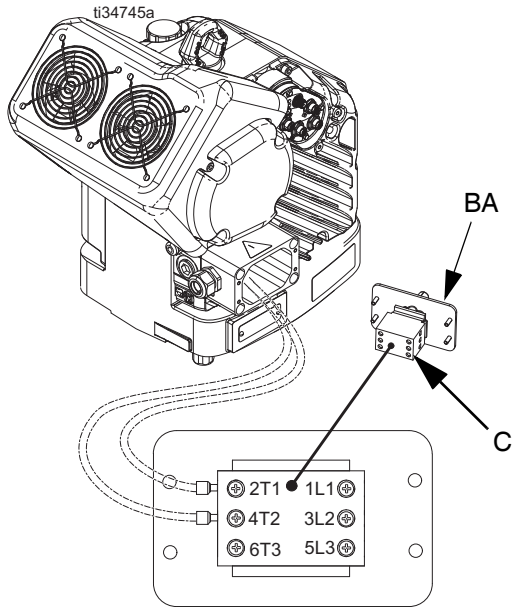

图 7：接线端子连接
注释：在接线盒内，电线已经预装至隔断块上的端子 2T1 和 4T2。有关端子位置，请参考图 7。
5. 请参考图 7 并将电源线的导线连接到端子 1L1 和 2L2。